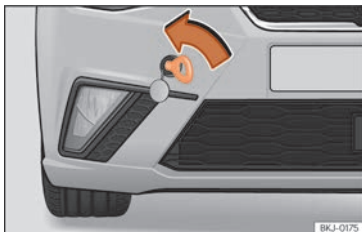

Abb. 46 Stoßfänger vorn rechts: eingeschraubte Abschleppöse.
- Drehen Sie die Abschleppöse **entgegen dem Uhrzeigersinn** in die Aufnahme bis zum Anschlag »» Abb. 46 »» ⚠. Verwenden Sie ein geeignetes Hilfsmittel, um die Abschleppöse festzuziehen.